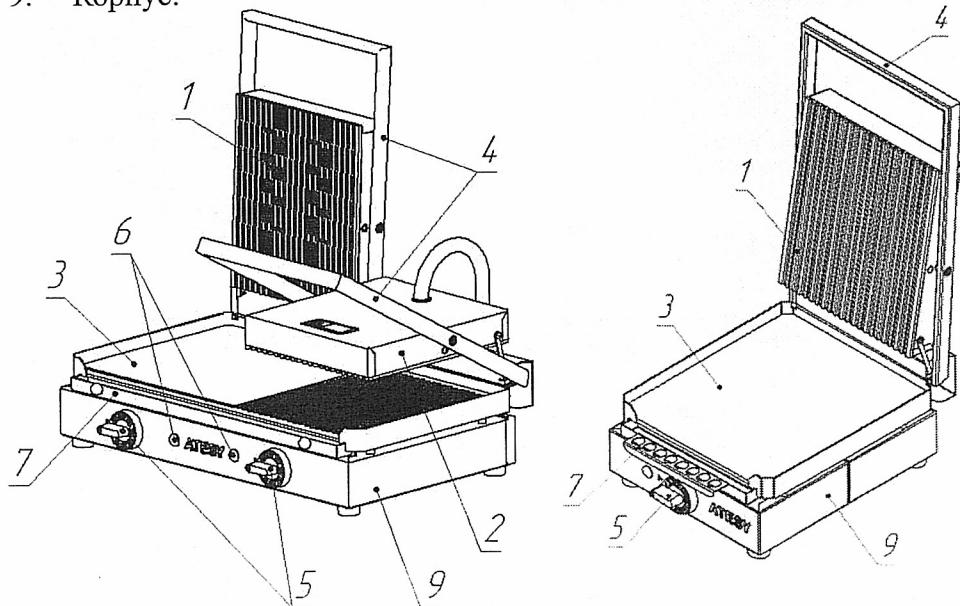

Рис. 1. Общий вид гриля.
- 1.2. Гриль состоит из следующих основных частей (рис. 1 и 2):